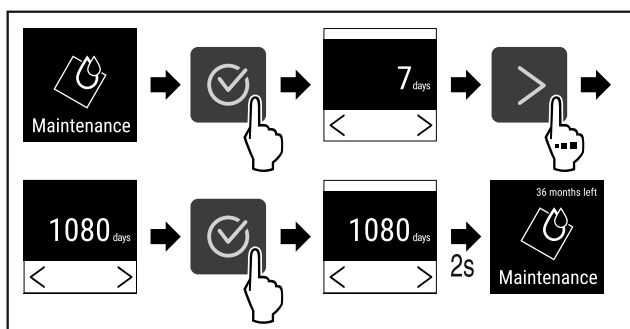

Fig. 75
- ▶ Izvedite zahtevane korake (glejte Fig. 75).